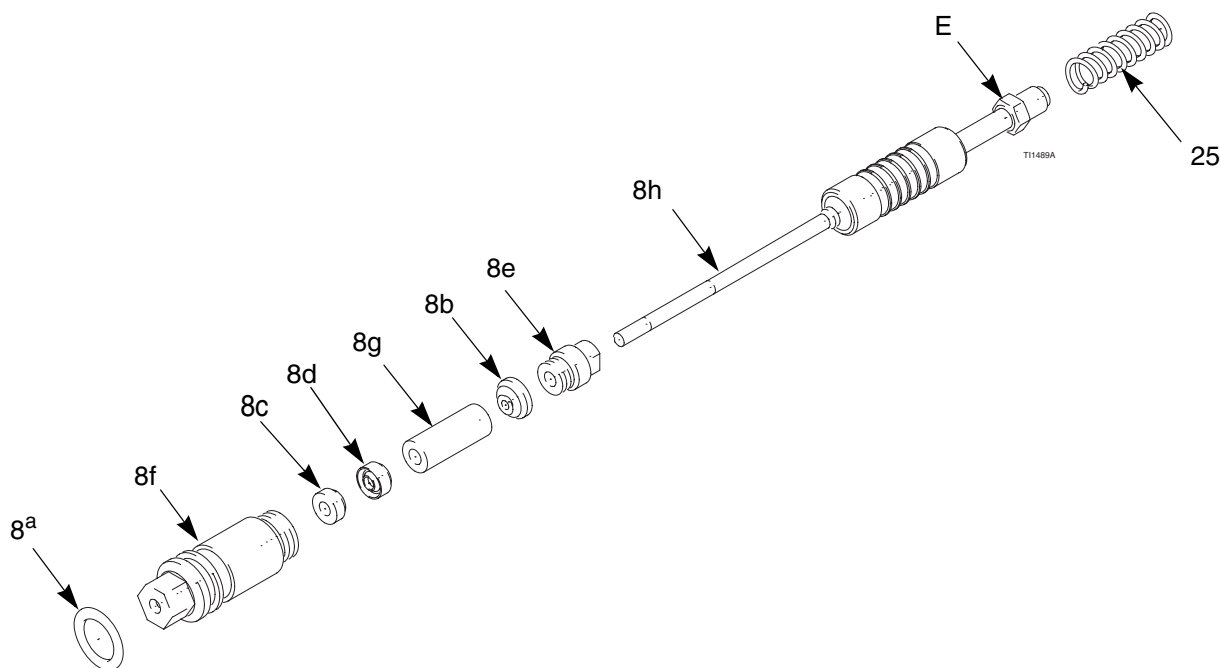

Fig. 24. Aguja
1. Coloque la tuerca prensaestopas (8e) y la junta (8b) en la aguja de fluido (8h). Las partes planas de la tuerca prensaestopas deben estar dirigidas hacia la parte trasera de la varilla de fluido. La junta tórica del sello debe estar dirigida en dirección contraria a la tuerca prensaestopas. Vea Fig. 24.
6. Instale el muelle (25) contra la tuerca (E) tal como se muestra.
7. Instale el conjunto de la aguja (8) en el cañón de la pistola. Utilizando la herramienta multiusos (40), apriete el montaje hasta que esté firme.
9. Instale y ajuste el brazo del actuador (29) y la contratuera (28). Vea la página 39.
11. Instale la carcasa de la pistola (2) y el cabezal de aire, página 34.